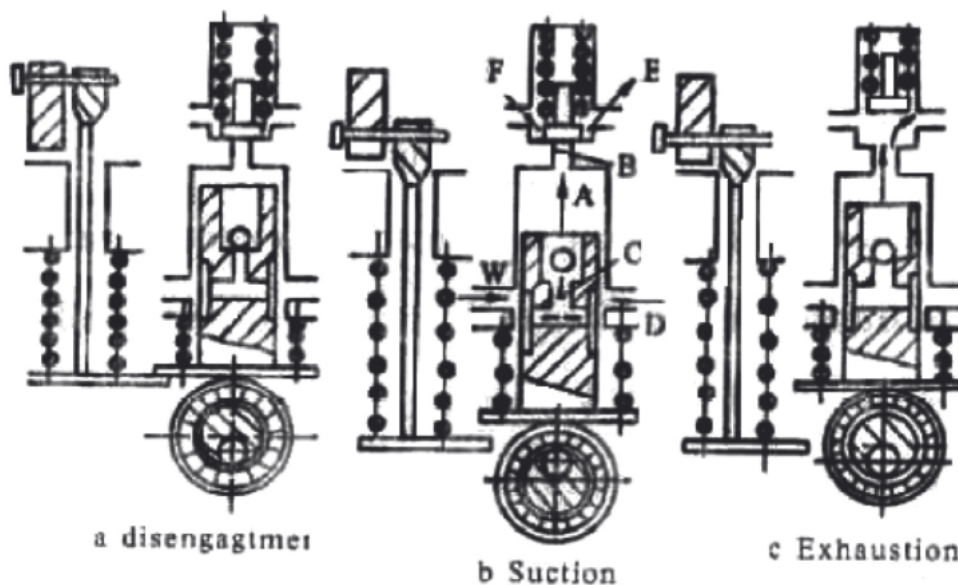

Рис. 3.27. Принцип работы масляного насоса.
Рис. 3.27 отображает принцип работы масляного насоса. Когда поршень движется вниз (рис. б) объем на верхнем конце поршня увеличивается и давление понижается. Создается разница давления между верхней камерой клапана и нижней камерой. Обратный клапан закрывается (В) и обратный поток масла прекращается. При постоянном движении поршня вниз вакуум в камере (А) увеличивается. Шарик 4 выходит из паза (С) из-за пониженного давления в камере (А) и инерционной силы шарика 4. Когда поршень продолжает движение вниз, масло из масляного бачка поступает в масляную камеру (А) через масляную магистраль (W), клапаны (С) под действием давления воздуха. Этот процесс называется всасыванием масла.